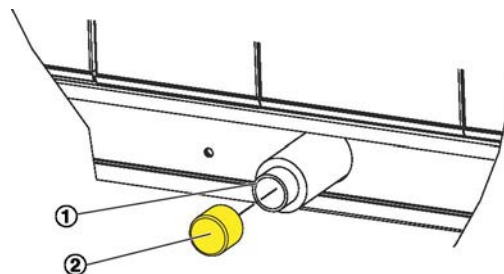

Fig. 30: Drainage de condensat
2. ▶ Retirer l'embout de protection (Voir la Fig. 30/2) du drainage (Voir la Fig. 30/1) du bac à condensation.
4. ► Raccorder un siphon à chaque bac à condensats (Voir la Fig. 30/1).